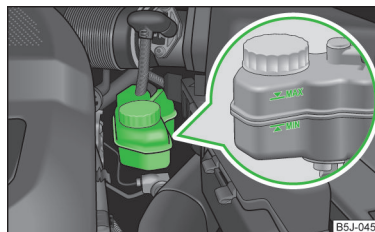

Fig. 130
- Si el nivel de líquido desciende por debajo de la marca MIN, » fig. 130 de la página 150  no siga conduciendo. ¡Existe peligro de accidente! Recorra a la asistencia profesional de un taller especializado.
El depósito de líquido de frenos del sistema se encuentra en el vano motor » fig. 130.
- Compruebe el nivel del líquido de frenos en el depósito » fig. 130.